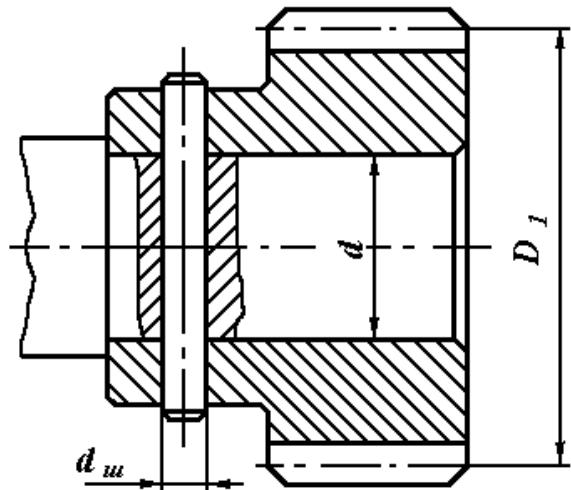

Рисунок 6.2
- штифт установлен в радиальном направлении (рисунок 6.2).
**Задача 2.** Цилиндрическая шестерня закреплена на валу при помощи цилиндрического штифта (рисунок 6.2). Проверить штифт на срез, если момент, передаваемый шестерней  $T$  (таблица 6.2). Материал штифта - сталь Ст 6.